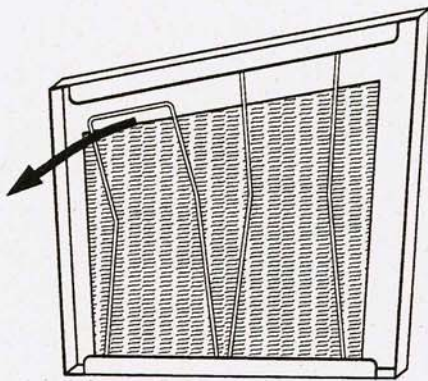

Fig. 10
- Retirar el filtro de la campana (abrir según Fig. 10). Lavarlo con una solución de agua y detergente líquido neutro, dejando que la suciedad se ablande.